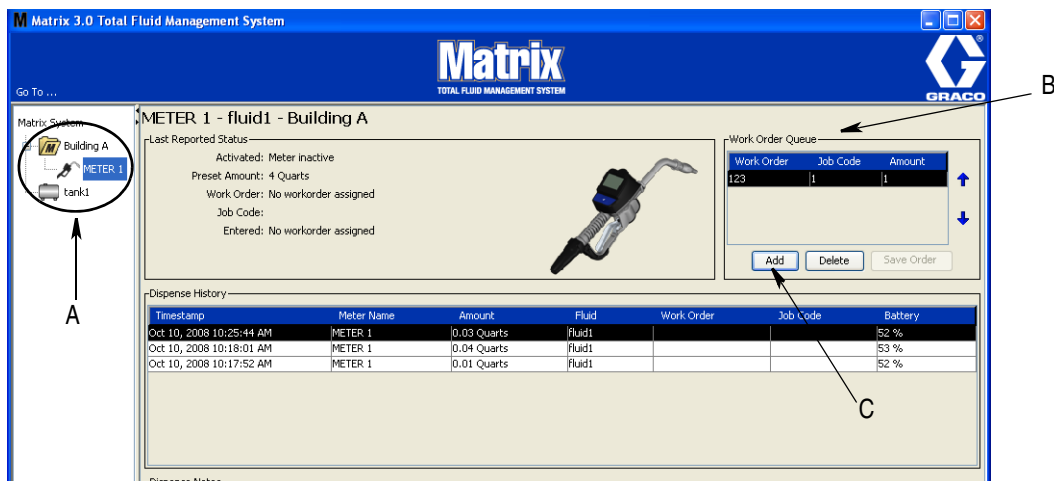

FIG. 117
1. Dans la zone Groupes Définis par l'administrateur du Système de l'écran principal de Matrix (A), sélectionnez le compteur auquel vous envoyez l'ordre d'exécution (Fig. 117).
2. Dans la section File d'attente d'ordre d'exécution (B) de l'écran, cliquez sur le bouton Ajouter (C) (Fig. 117). Une liste des ordres d'exécution disponibles pour ce compteur s'affiche.